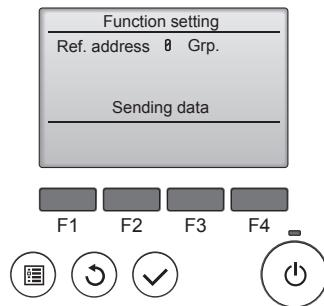

Fig. 6-15
⑤ (Fig. 6-15)
① Gå til funksjonsvalgmodus